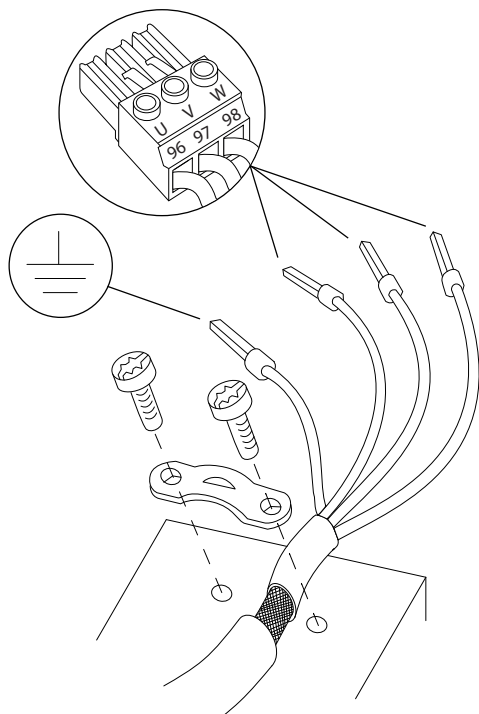

Рисунок 4.6 Подключение двигателя
3. Подключите провод заземления к ближайшей клемме заземления в соответствии с инструкциями по заземлению в главе 4.3 *Заземление*, см. Рисунок 4.6.
4. Подключите проводку трехфазного двигателя к клеммам 96 (U), 97 (V) и 98 (W), см. Рисунок 4.6.